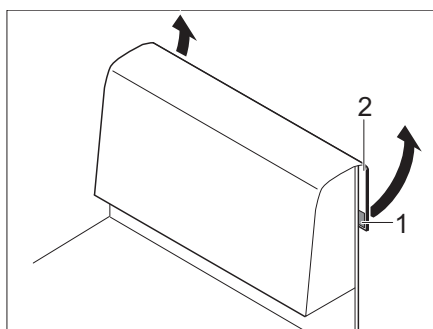

Fig. 65 Cuscino dello schienale
- Staccare il velcro (Fig. 65,1) sul risvolto posteriore del tessuto (Fig. 65,2).
- Rimuovere il risvolto del tessuto (Fig. 65,2) tirandolo verso l'alto.